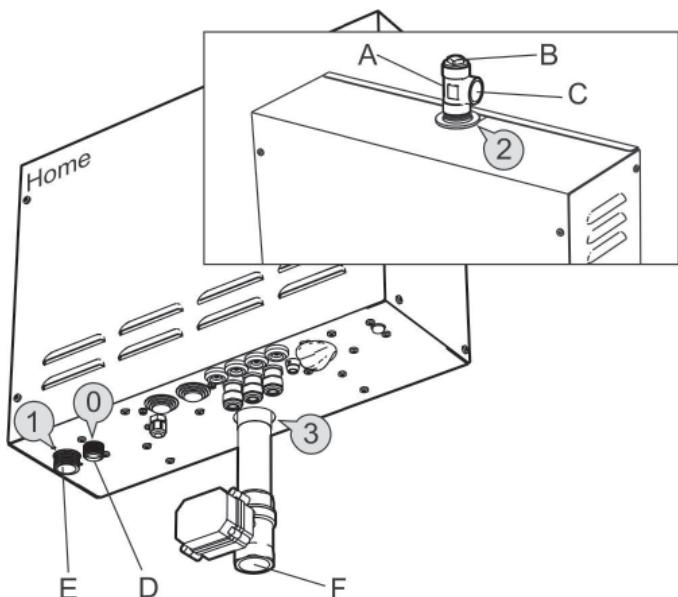

Fig. 6 Ånggenerator typ Home
Anslut **kallt** vatten till koppling 1 (Fig. 6,7) på ånggeneratorn. Tryck för inkommande vatten skall vara mellan min. 0.2 och max 10 bar (min. 20kPa och max 1000kPa).
Montera kopplingen, med lockmuttern uppåt, i ångutloppet 2 (Fig. 6,7) på ånggeneratorn. Anslut kopparrör med invändig diameter på minst 18mm, till kopplingens ångutlopp (C). Ängröret kan ha fall antingen mot ångbadrummet eller mot ånggeneratorn. Alternativt kan ängröret monteras med fall både mot ångbadrummet och mot ånggeneratorn.
Anslut avloppsröret ett kopparrör av god kvalitet med minsta innerdiameter Ø25mm till anslutning F (3)(*Fig. 6 och 7*) på ånggeneratorn. Avloppsröret leds till närmaste avlopp utanför ångbadrummet. Temperaturen på vattnet vid tömning är ca 80-85°C.
Ett avloppsör anslutet till säkerhetsventil D (0)(*Fig. 6 och 7*) skall installeras i en kontinuerlig nedåtgående riktning och i en frostfri miljö.